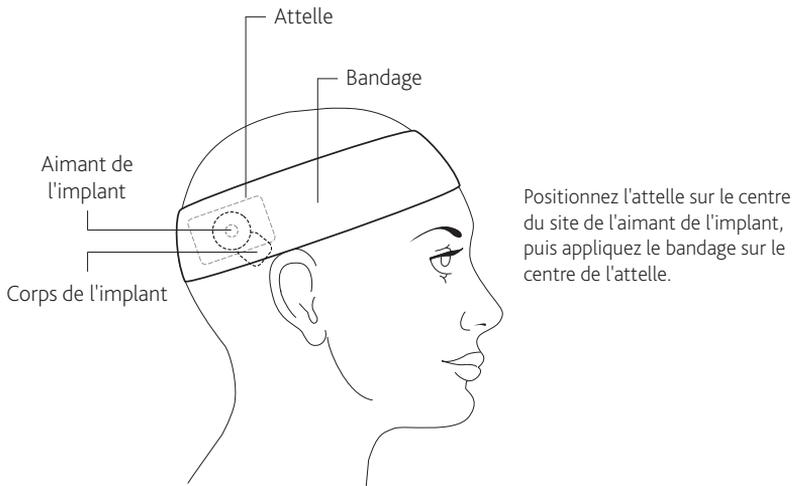

Figure 6 : Ajustement de l'attelle et du bandage de compression de la trousse d'IRM
2. Utilisez le bandage de compression élastique provenant de la trousse d'IRM et assurez-vous que la ligne centrale du bandage se trouve sur le site de l'aimant de l'implant et que chaque attelle est complètement recouverte. Voir la *Figure 6* ci-dessous.